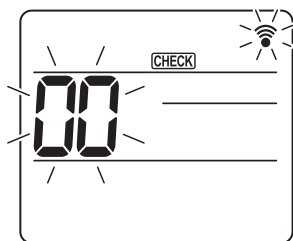
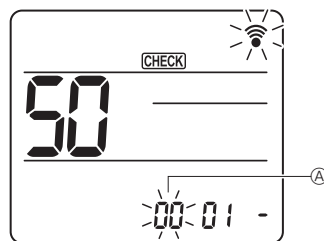
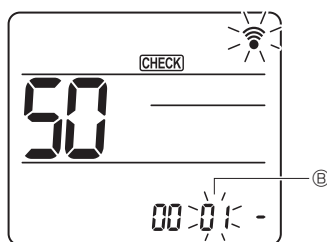
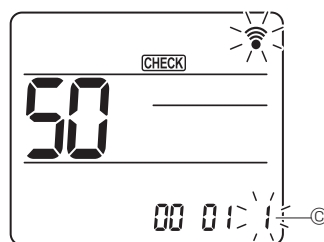

Fig. 7-16
Fig. 7-17
Fig. 7-18
Fig. 7-19
#### 7.4.2. À l'aide de la télécommande sans fil (Fig. 7-16, Fig. 7-17, Fig. 7-18, Fig. 7-19)
① Accès au mode de sélection des fonctions
- Appuyez sur la touche [MENU] pendant 5 secondes. (Commencez cette opération lorsque l'affichage de la télécommande est éteint.) [CHECK] s'allume et "00" clignote. (Fig. 7-16)
② Réglage du numéro d'appareil
- Appuyez sur les touches [DOWN] pour régler le numéro d'appareil ①. (Fig. 7-17)
③ Sélection d'un mode
- Appuyez sur les touches [DOWN] pour régler le numéro de mode ②. (Fig. 7-18)
④ Sélection du numéro de réglage
- Utilisez la touche [DOWN] pour changer le numéro de réglage ③. (Fig. 7-19)